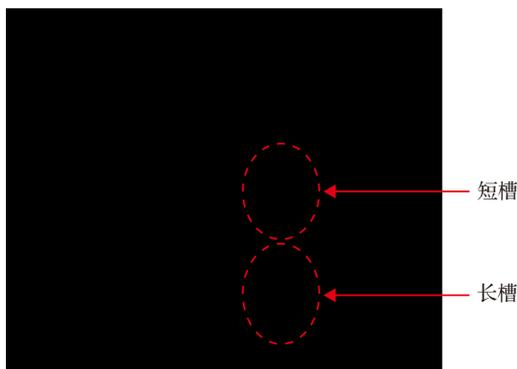

图 4-66 练习题 15 图
15. 槽长小于两倍槽宽的槽孔称为短槽（见图 4-66）。加工短槽容易出现因槽刀受力不均，导致实物板槽孔出现有倾斜角度的偏孔，可能会影响后续元器件正常插接。为降低此类隐患出现的概率，嘉立创建议工程师在设计 PCB 时，槽孔的长、宽应尽量设计成以下哪个比例？（ ）